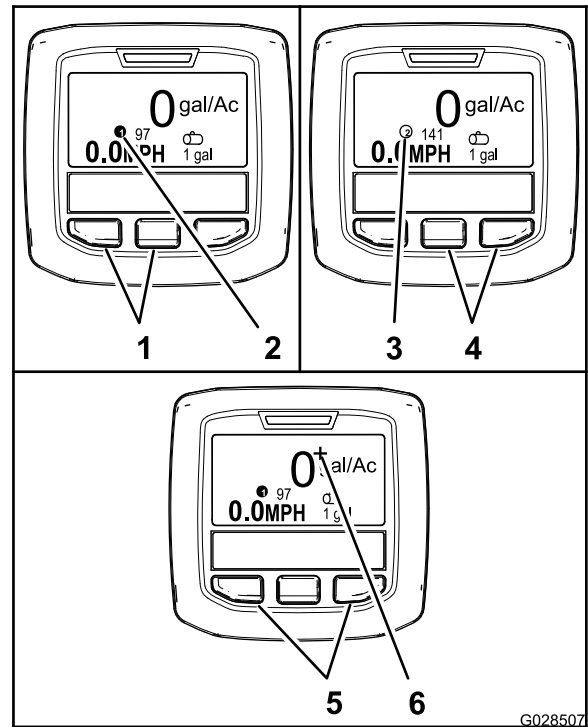

Bild 65
- Drücken Sie die zwei linken Tasten auf dem InfoCenter, um die Dosierung 1 auszuwählen (Bild 65).
- Drücken Sie die zwei rechten Tasten, um die Dosierung 2 auszuwählen (Bild 65).
- Halten Sie die zwei äußeren Tasten gedrückt, um vorübergehend eine Dosierungsverstärkung anzuwenden (Bild 65).